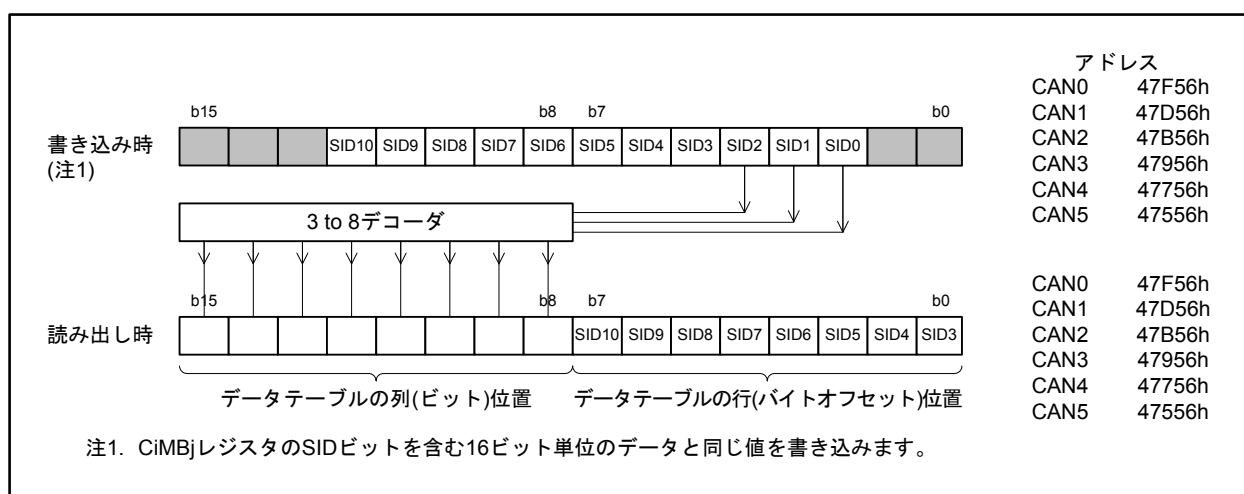

図 25.23 CiAFSRレジスタの書き込み、読み出し (i=0~5、j=0~15)
- 図 25.23にCiAFSRレジスタの書き込み、読み出しを示します。